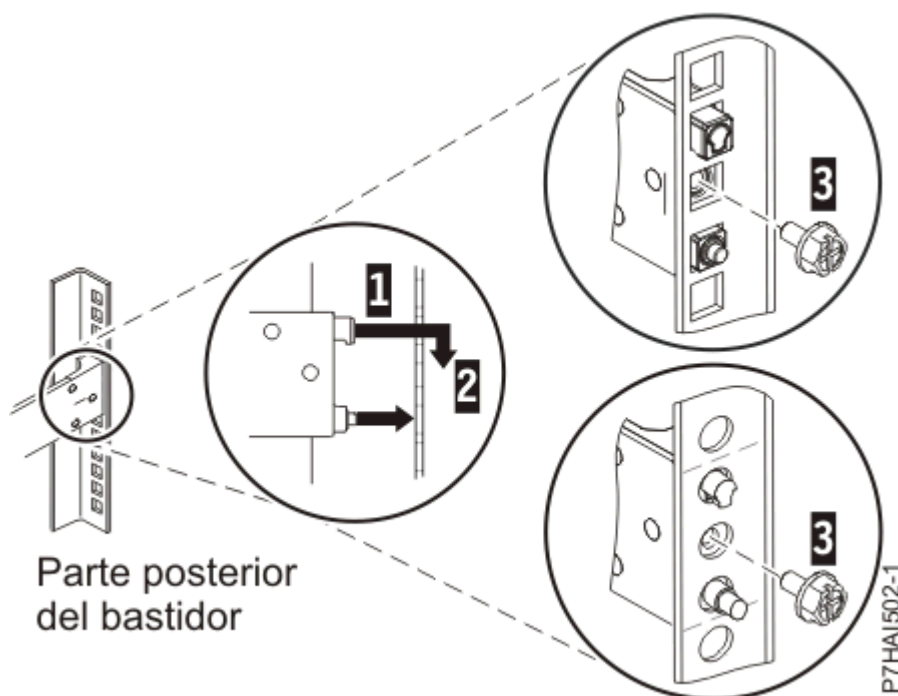

Figura 3. Alineación de las patillas con los orificios de la parte posterior del bastidor
insertar las dos patillas en los orificios del bastidor (1), y baje el riel deslizante (2) para fijar el mecanismo de enganche de la patilla superior. Para obtener detalles, consulte la Figura 3 en la página 5. Asegúrese de que las dos patillas sobresalen de los orificios del bastidor antes de continuar en el paso siguiente.